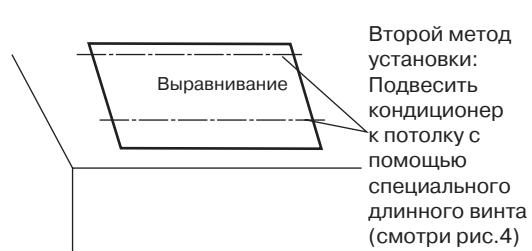
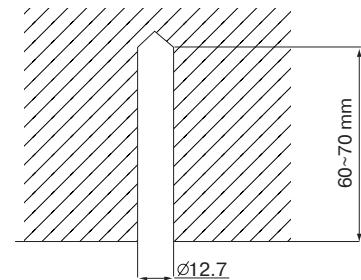

Рис. 5
Рис. 6
- а) Используя шаблон для установки, просверлить отверстия для болтов (смотри рис.5), размеры которых показаны на рис.6.